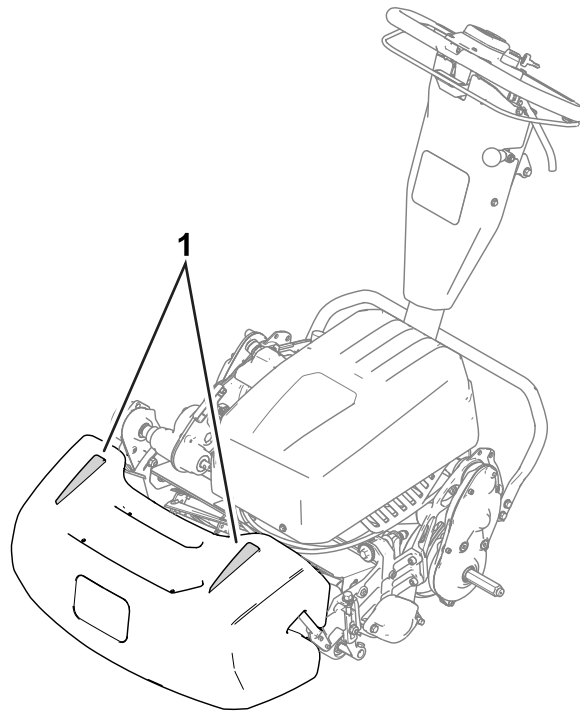

图 25
- 为帮助剪草机保持在果岭上的直线操作且和上一道剪草边缘的距离保持均衡应使用集草斗上的对准条图 25。